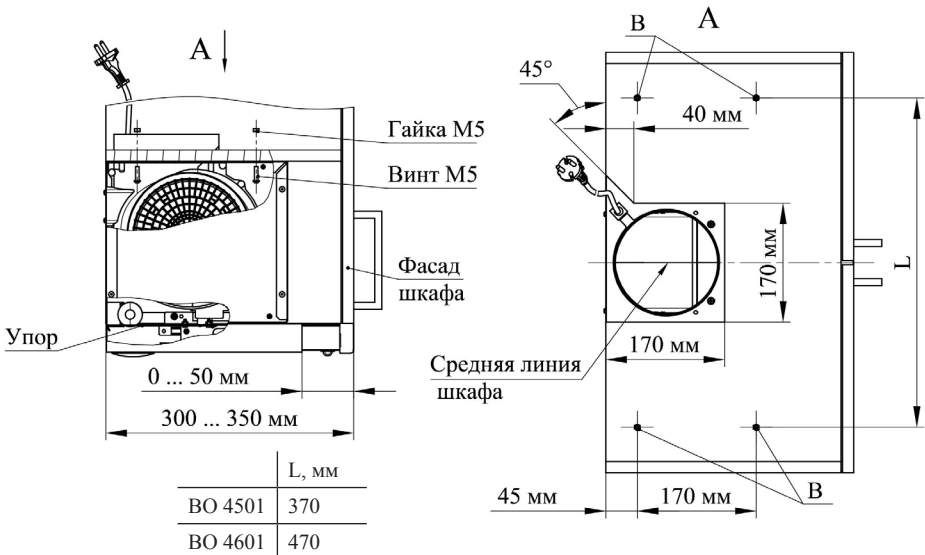

Рис. 5
- 6.1 Воздухоочиститель рассчитан для монтажа в шкаф глубиной 300 мм. При этом фасад шкафа и панель воздухоочистителя будут находиться в одной плоскости. При большей глубине шкафа (до 350 мм), Вы можете отрегулировать ход панели выдвигной так, чтобы в закрытом состоянии она была на одном уровне с фасадом шкафа. Для этого установите упор (рис. 4) и отрегулируйте его вылет (рис. 5). Если глубина Вашего шкафа больше 350 мм, то при его изготовлении необходимо закрыть пространство за воздухоочистителем мебельной панелью.
панели (рис. 5).
- Разметьте и просверлите отверстия В диаметром 6 мм в верхней панели шкафа согласно рис. 5.